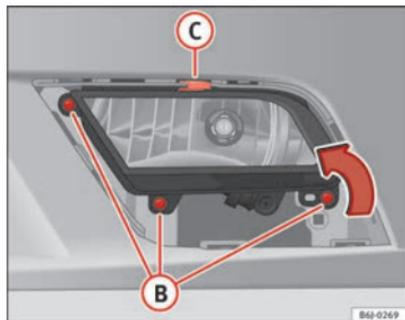

Fig. 160 Faro antiniebla
- Retire los tornillos (3x) ⇒ fig. 160 (B) para extraer el faro antiniebla.
- Retire la grapa metálica situada en la parte superior del faro antiniebla tirando hacia el exterior del vehículo ⇒ fig. 160 (C). ■